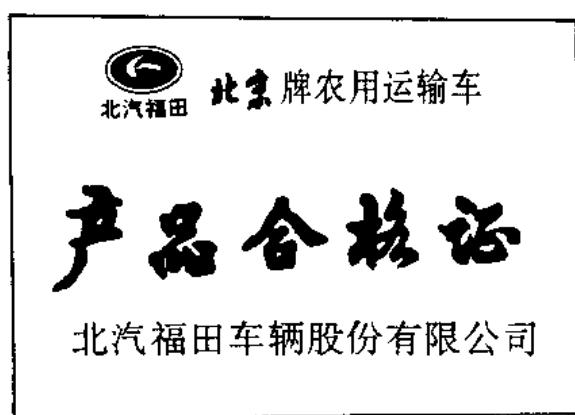

图 1-2-1 产品合格证
① 检查车辆合格证（如图 1-2-1）及使用说明书是否齐全。
② 检查售后服务卡内容是否真实。